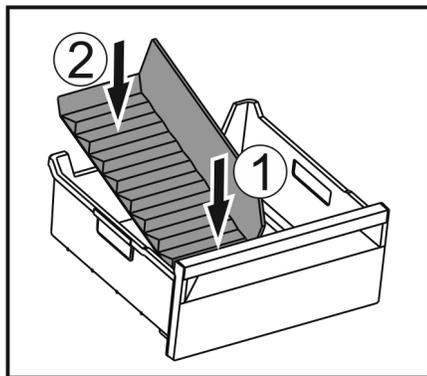

Fig. 160
- ▶ Installer la partie avant du séparateur de congélateur. Fig. 160 (1)
- ▶ Abaisser la partie arrière du séparateur de congélateur jusqu'au fond du tiroir. Fig. 160 (2)